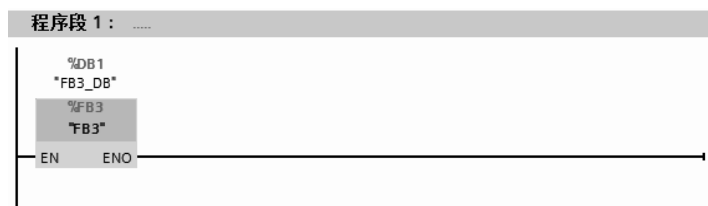

图 5-36 Main[OB1]中的梯形图
④ 双击打开组织块 Main[OB1]，Main[OB1]中的梯形图如图 5-36 所示。